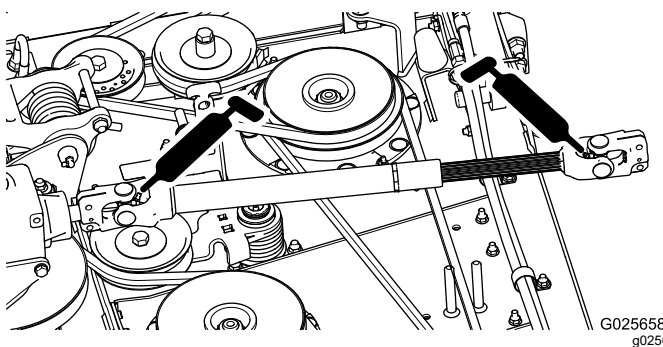

Figura 20
- Veio propulsor da tomada de força (2) (Figura 20)